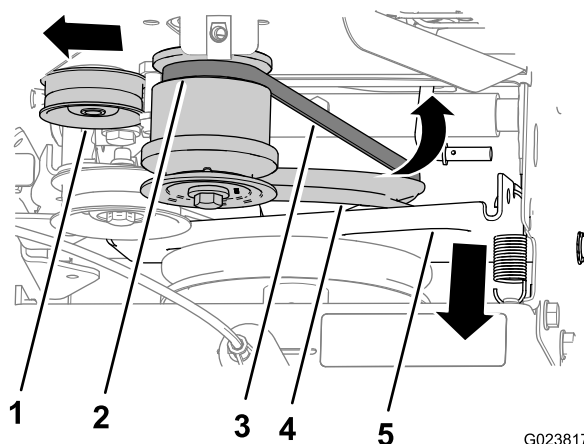

Рисунок 42
- Потяните натяжной шкив наружу (Рисунок 42).
- Поверните кронштейн управления тягой и шкив привода тяги вперед (Рисунок 42).
- Извлеките ремень из задней канавки шкива двигателя и снимите его с машины (Рисунок 42).
2. Установите ремень в канавку в нижней части шкива тяги (Рисунок 42).
3. Потяните натяжной шкив наружу (Рисунок 42).
4. Установите ремень в заднюю канавку шкива двигателя (Рисунок 42).